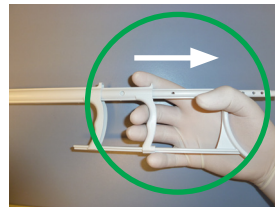

Abbildung 5
- e) Lassen Sie Ihren Daumen gekrümmt und halten Sie ihn in dieser Position wie in Abbildung 5 gezeigt.